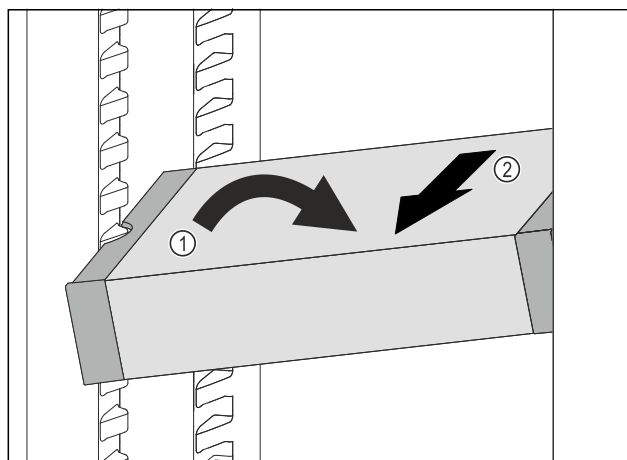

Fig. 185
- ▶ Расположите VarioSafe в холодильном отделении под наклоном. *Fig. 185 (1)*
- ▶ Извлеките VarioSafe движением вперед. *Fig. 185 (2)*